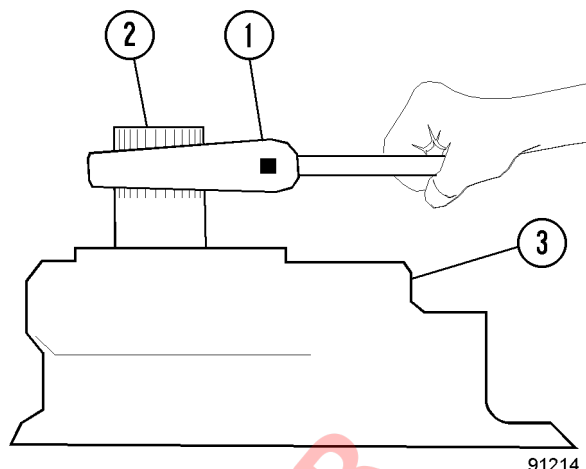

FIGURA 3-17. VERIFICACIÓN DE LA ROTACIÓN DEL EJE DE TRANSMISIÓN DE LA BOMBA
27. Utilice una llave ajustable de 45 cm (18 pulgadas) para inspeccionar la rotación del eje de transmisión de la bomba. El eje de transmisión debe estar apretado, pero debe girar sin obstrucciones a un torque máximo de **$15 \text{ N}\cdot\text{m}$ (10 ft lb)** después del empuje inicial. Vea la Figura 3-17.